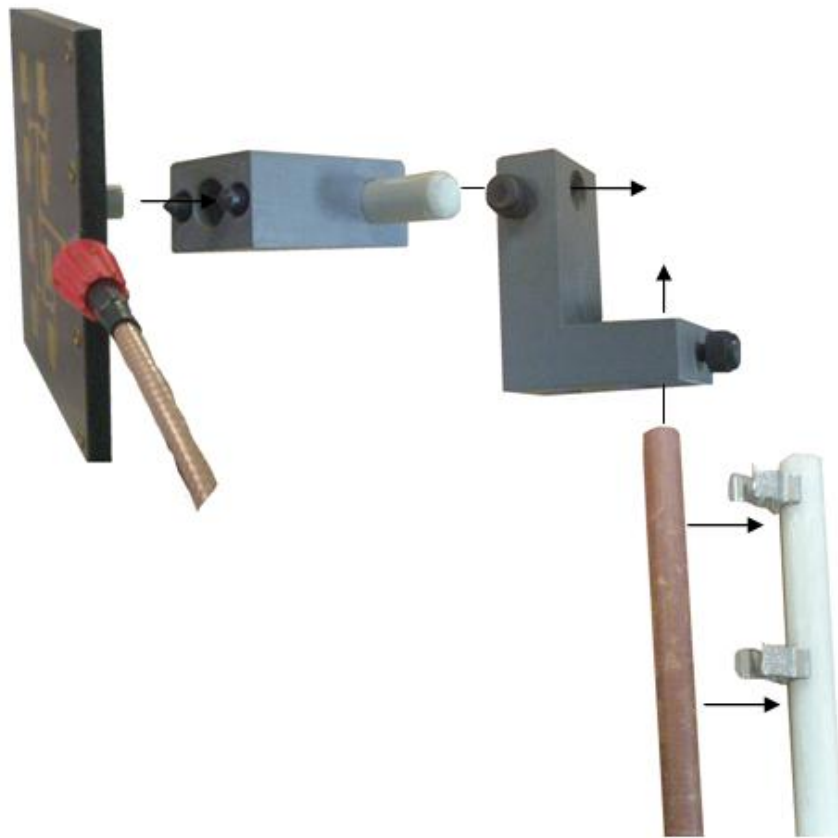

Figura 12.9 Montaje de una antena de microbanda alimentada en paralelo, orientada según el plano E
Q. Oriente la antena de red en paralelo también para una orientación en el plano E. (ver Figura 12.9).
R. Retire la red alimentada en paralelo e instale la res alimentada en serie, orientada según el plano H, observe la Figura 12.9 para su correcto montaje.